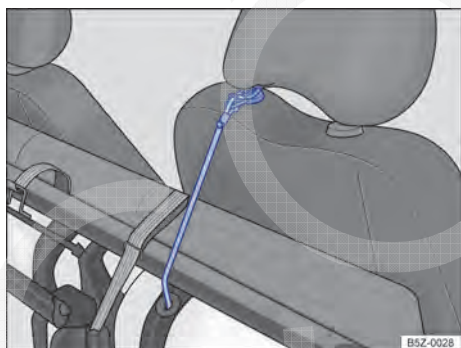

Fig. 75 Cinta elástica vermelha para fixação na haste de apoio para cabeça.
- Localizar a cinta elástica vermelha alojada na parte inferior do assento do banco e, encaixar o gancho dessa cinta na haste do apoio para cabeça do banco do passageiro ⇒ Fig. 75, imobilizando o conjunto.
- Soltar o gancho da cinta elástica vermelha da haste do apoio para cabeça ⇒ Fig. 75 e, encaixar debaixo do banco traseiro.